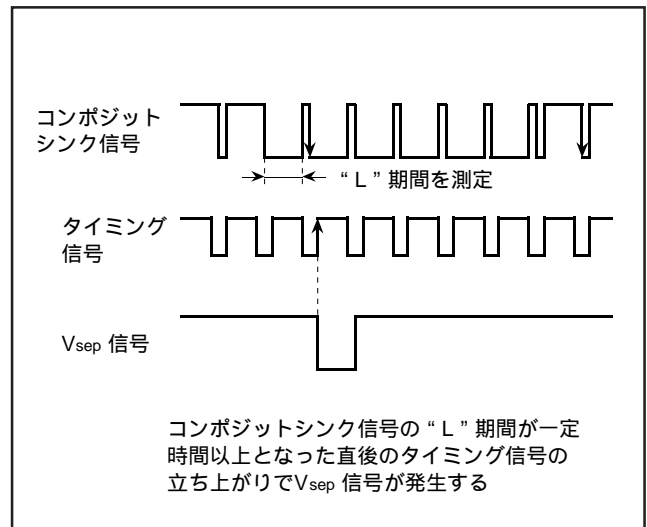

図 12.10.6 Vsep 発生タイミング (方法 2)
- ・方法 2 コンポジットシンク信号の“L”レベル幅を測定し、一定時間以上であれば、その“L”レベル直後のタイミング信号の“L”レベル期間中に、コンポジットシンク信号の立ち下がりがあるかを検出します。立ち下がりがある場合は、タイミング信号の立ち上がりに同期して Vsep 信号を発生します (図 12.10.6 参照)。
発生タイミングを図 12.10.6 に示します。図中のタイミング信号はタイミング発生回路が出力する基準クロックをもとに発生されます。